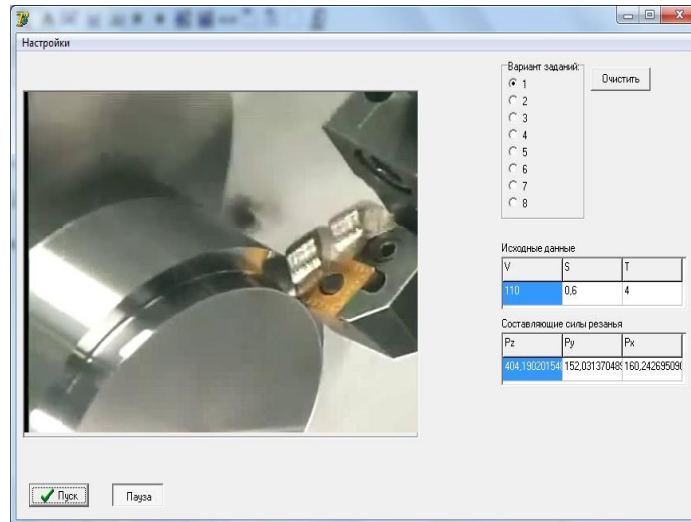

Рис. 2 Панель управления процессом обработки
7. Трение на контактных площадках. Рисунок 2 – Эскиз обработки 23